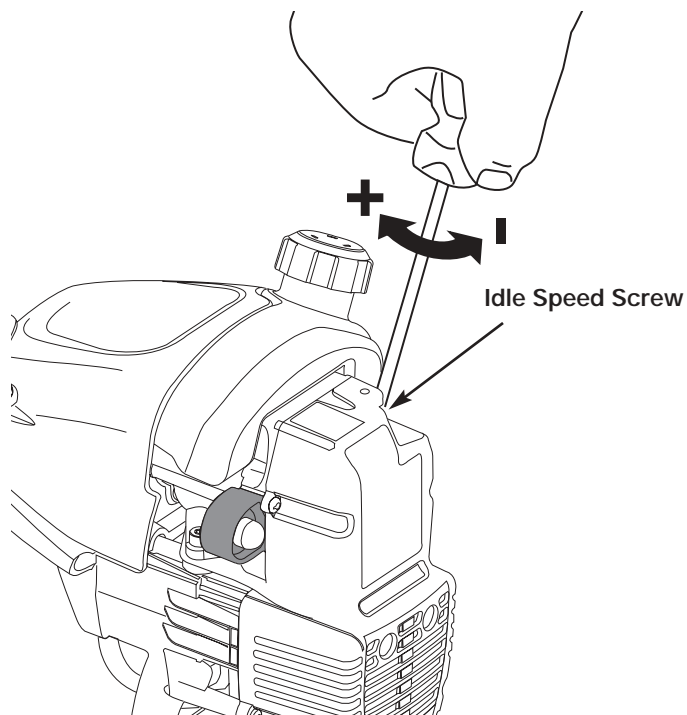

Fig. 41
Vous pouvez régler le ralenti du moteur à travers le couvercle du filtre à air/silencieux (Fig. 41).
2. Relâchez le levier d'accélérateur et laissez le moteur au ralenti. Si le moteur s'arrête, insérez un petit tournevis à embout cruciforme ou à tête plate dans le trou du couvercle du filtre à air/silencieux (Fig. 41). **Vissez** la vis de 1/8 de tour à la fois (selon le besoin), jusqu'à ce que le moteur tourne au ralenti.